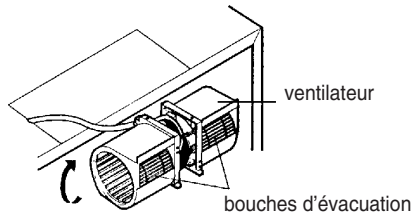
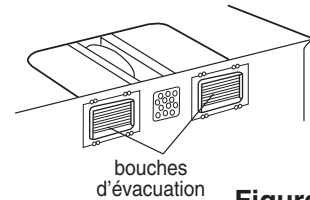

Figure 15
Figure 16
5. Faire tourner le dispositif de façon à ce que les bouches d'évacuation soient dirigées vers l'arrière de l'armoire. Voir la figure 16. Pour insérer le ventilateur, le fil électrique doit être placé comme à la figure 15.
6. Remettre le ventilateur dans l'armoire. S'assurer que les bouches d'évacuation sont dirigées vers l'arrière de l'armoire. Voir la figure 16.